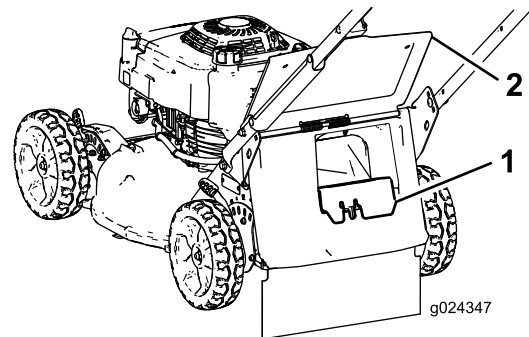

Bild 17
- Wenn die Heckauswurfklappe nicht eingesetzt ist, fassen Sie sie am Griff an, heben Sie das Heckablenkblech an und setzen sie in den Heckauswurfkanal ein, bis der Riegel einrastet (Bild 17).
3. Drücken Sie zum Entfernen der Heckauswurfklappe mit dem Daumen auf den Riegel und ziehen die Klappe aus der Maschine (Bild 17).